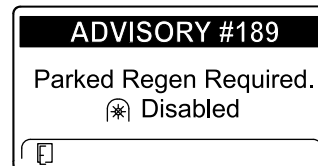

Figura 73
- Dacă nu efectuai o regenerare în stare de parcare în decurs de 2 ore, InfoCenter afiează regenerarea în stare de parcare necesară - priză de putere dezactivată ADVISORY #189 (recomandarea nr. 189 (Figura 73)).